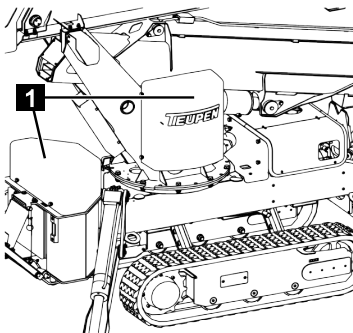

Fig. 122
3. Démontez les capots (Fig.122/1).